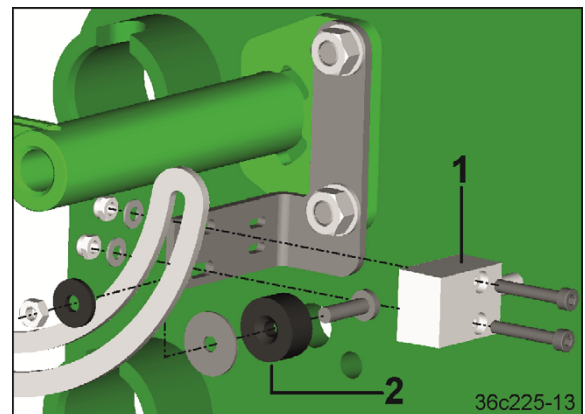

图 118
9. 将作业位置传感器（图 118/1）和调节磁铁（图 118/2）固定好。
作业位置传感器（图 118/1）能够发出打开和关闭种子管路监控装置的脉冲。